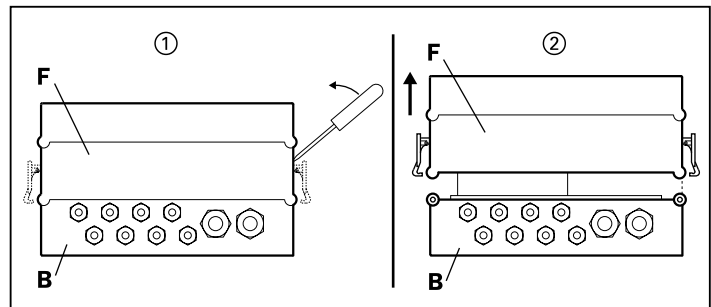

Fig. 4-1: Dépose la partie avant du boîtier IP 65
1. Dégager avec un tournevis le blocage des fermetures à charnière, les ouvrir ① déposer couvercle avant du boîtier ② (cf. fig. 4-1).